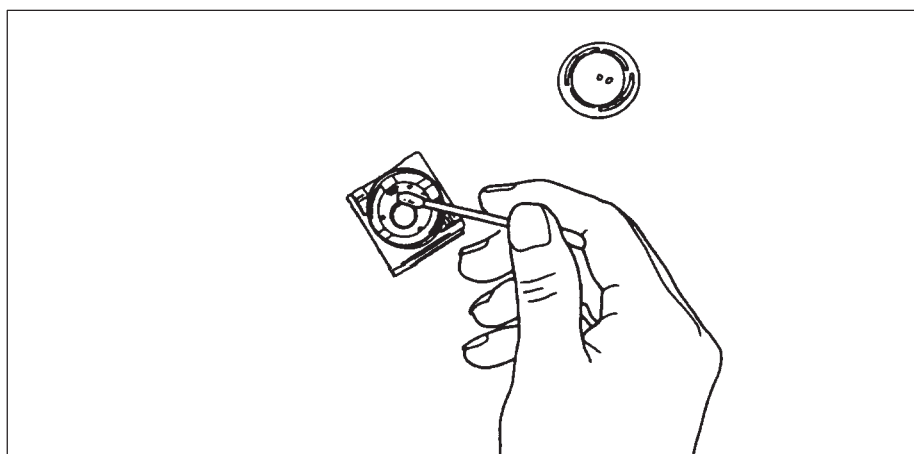

Figura 2-11 Pulizia dell'alloggiamento
5. Pulire l'alloggiamento (figura 2-11).